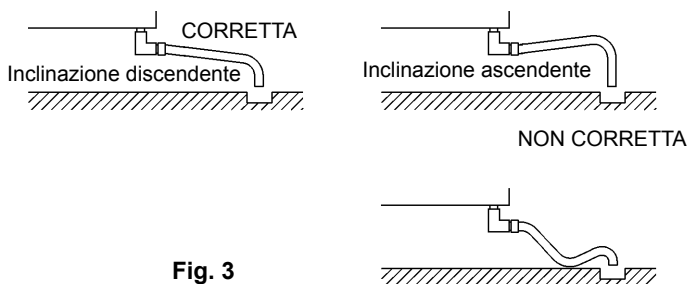

Fig. 3
- \* Per evitare fenomeni di antiriflusso nella vaschetta di desposito, collocare il tubo di uscita come illustrato in Fig. 3.